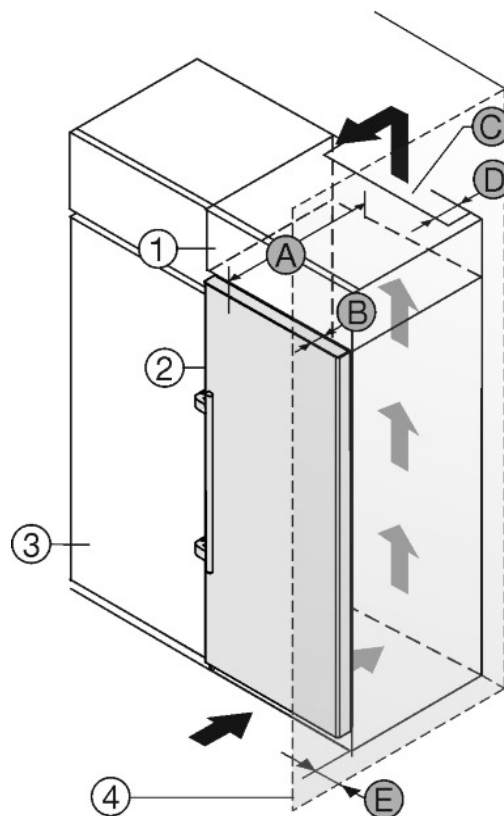

Fig. 19
L'appareil peut être réagencé avec des buffets de cuisine. Pour adapter l'appareil Fig. 19 (2) à la hauteur du coin cuisine, une rehausse Fig. 19 (1) peut être posée sur l'appareil.
L'appareil peut être installé directement à côté du buffet de cuisine Fig. 19 (3). Pour pouvoir ouvrir complètement les portes, l'appareil doit déborder de la profondeur Fig. 19 (B) par rapport à la façade du buffet. L'appareil peut déborder encore plus en fonction de la profondeur des buffets et de l'utilisation de cales d'épaisseur.
- Une sortie d'air avec la profondeur Fig. 19 (D) doit être présente au dos de la rehausse sur toute sa largeur.
- La section de ventilation Fig. 19 (C) sous plafond doit être respectée.
Si l'appareil avec les charnières est installé près d'une paroi *Fig. 19 (4)*, la distance *Fig. 19 (E)* entre l'appareil et la paroi doit être respectée. Ceci correspond à la saillie de la poignée avec la porte ouverte.